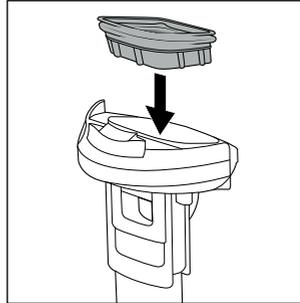

Fig. 28
- ◆ Sæt snavsfilteret **10** på låget til beholderen til snavsset vand **9**, når delene er tørre (se fig. 28).